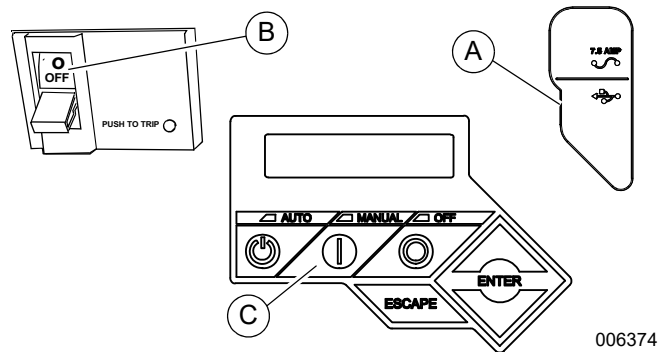
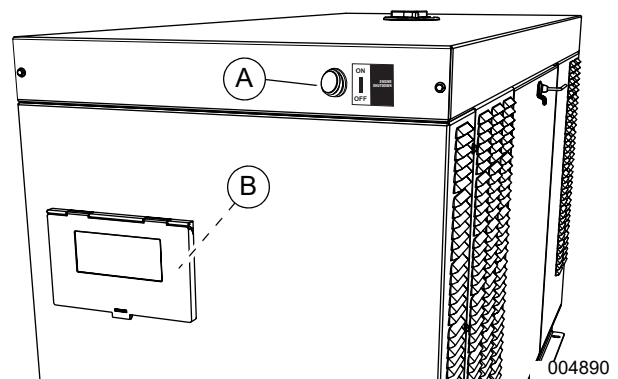

Figure 3-5. Tableau de commande de la génératrice
Figure 3-6. Interrupteurs d'arrêt auxiliaires
- 1. Voir Figure 3-5. Relever le capuchon en caoutchouc qui couvre le porte-fusible et vérifier qu'il contient un fusible de 7,5 A (A).
- 3. Mettre les deux interrupteurs d'arrêt auxiliaires en position MARCHE (I). Voir leur emplacement à la Figure 3-6.
- 4. Appuyer sur la touche MANUAL du tableau de commande (C) pour démarrer le moteur. Un voyant bleu s'allume pour confirmer que le système est en mode MANUEL.
Voir **Figure 3-6**. Les génératrices de 15 kW et plus sont équipées de deux interrupteurs d'arrêt auxiliaires. Il y a un interrupteur d'arrêt auxiliaire (A) sur le capot supérieur de la génératrice, au-dessus et à droite du hublot vitré. Le deuxième interrupteur d'arrêt auxiliaire (B) se trouve à l'intérieur de l'enceinte du tableau de commande.
Voir Figure 4-1. Le tableau de commande est situé derrière le hublot vitré à l'arrière de la machine. Voir Figure 3-5 et Figure 3-6.